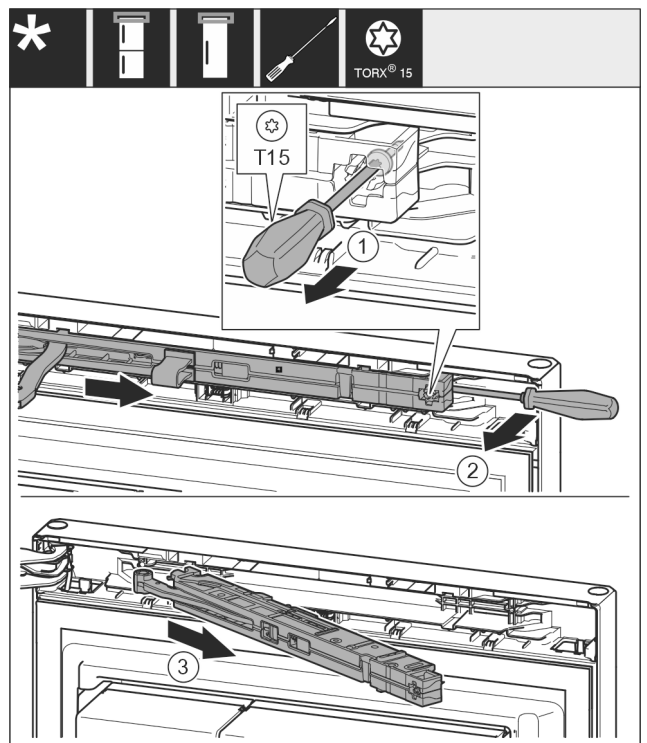

Fig. 10
- ▶ Odvijačem T15 otpustite vijak na jedinici prigušivača zatvaranja oko 14 mm. Fig. 10 (1)
- ▶ Umetnite odvijač na strani ručke iza jedinice prigušivača zatvaranja i okrenite jedinicu prema naprijed. Fig. 10 (2)
- ▶ Izvucite jedinicu prigušivača zatvaranja. Fig. 10 (3)